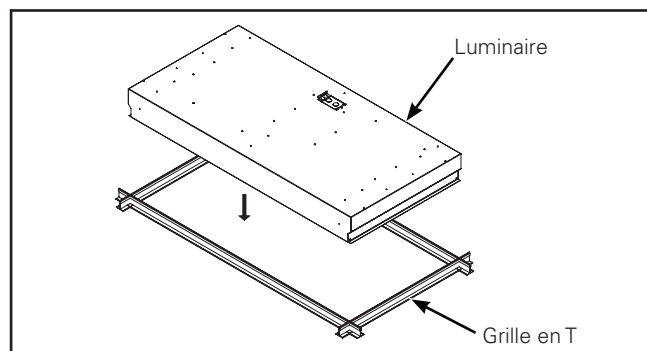

Figure 2.
3. Poser le luminaire dans la grille en T ou le kit d'encadrement pour cloison sèche. N.B. Le luminaire n'est conçu que pour les grilles en T comprises entre 2,5 cm (1 po) et 3,8 cm (1,5 po). (Figure 2.)